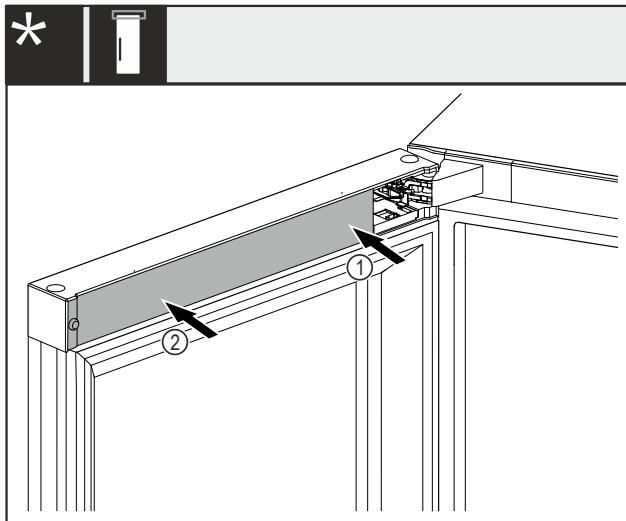

Fig. 49 \*
- Спочатку встановіть кришку Fig. 49 (1) з боку опорного кронштейна та зафіксуйте її.\*
- Встановіть і зафіксуйте кришку Fig. 49 (2) на зовнішній стороні.\*